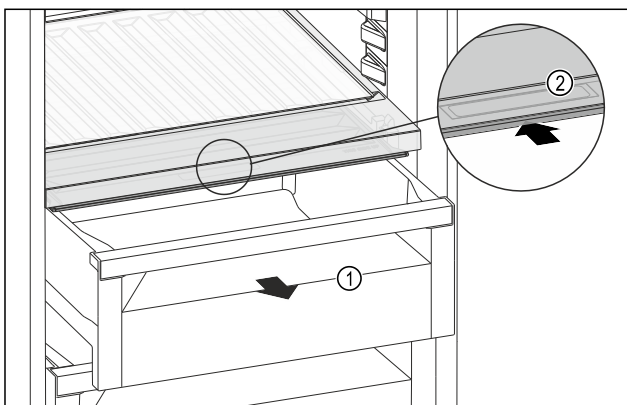

Fig. 164
- Estrarre il cassetto Fig. 164 (1).
- Afferrare la maniglia incassata Fig. 164 (2) sul coperchio dello scomparto e spingere allo stesso tempo all'indietro il coperchio dello scomparto.